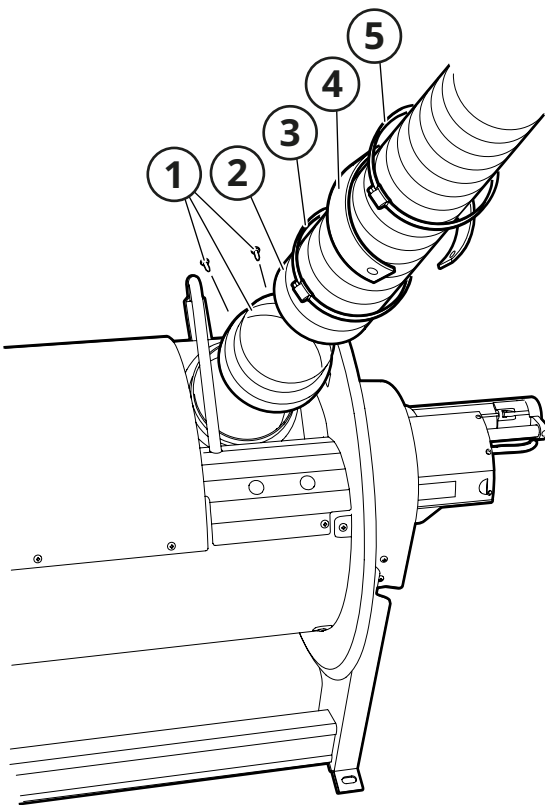

Fig. 10
- 6. Monte la manguera (2, Fig. 10) aplicando una posible reducción (1) en la conexión del carrete de mangueras con la abrazadera de la manguera (3).